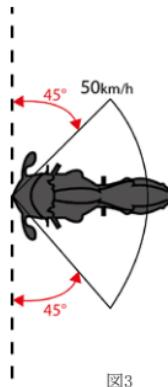

図3
Tech-Air®オフロード・システムは、このような条件下でバイクが車両または障害物に衝突する衝突事故（図3）において、衝突開始から200ミリ秒以内に膨張し、保護することが予測されている：
重要：図3は、衝突開始から200ミリ秒以内にTech-Air®オフロードシステムが膨張して保護されると予想される保護範囲の概要を示しています。時速50kmを超える速度や、宣言された角度の範囲外
- Tech-Air® オフロードシステムは、モーターサイクルが車両または障害物に衝突し（図3）、使用者が着座姿勢で乗車している場合の衝突では、衝突開始から200ミリ秒以内に膨張し、保護することが予測されます；
- Tech-Air® オフロードシステムは、モーターサイクルが車両または障害物に衝突し（図3）、使用者が立位で乗車している場合の衝突では、衝突開始から300ミリ秒以内に膨張して保護することが予測されます；